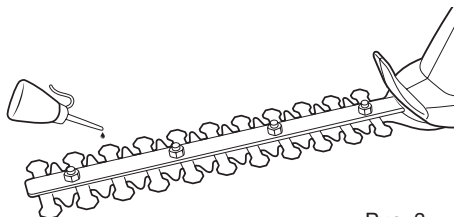

Рис. 3
- Включить кусторез для равномерного распределения масла по всей поверхности ножей (Рис. 3).